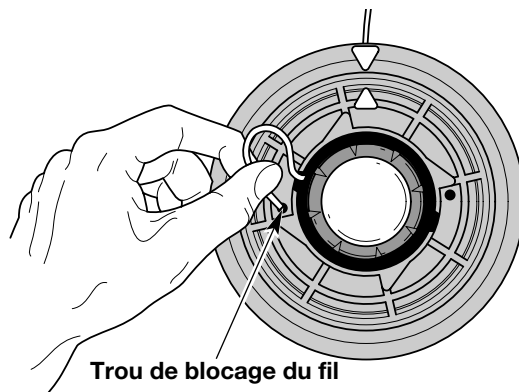

Fig. 16
5. Insérez le fil dans le trou de blocage (Fig. 16). N'enfoncez pas le fil de plus de 12,7 mm (1/2 po) dans le trou. S'il est inséré correctement, le fil forme une petite boucle (Fig. 16).